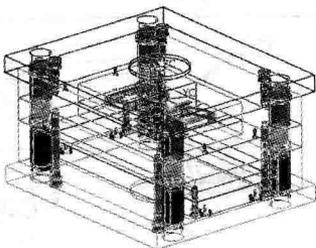

图 1-11 模具装配图
1) 选择“文件”→“打开”命令，打开附带光盘文件 ch01\eg\eg_01\case5_top_000.prt，如图 1-11 所示。该文件为一个模具装配文件。